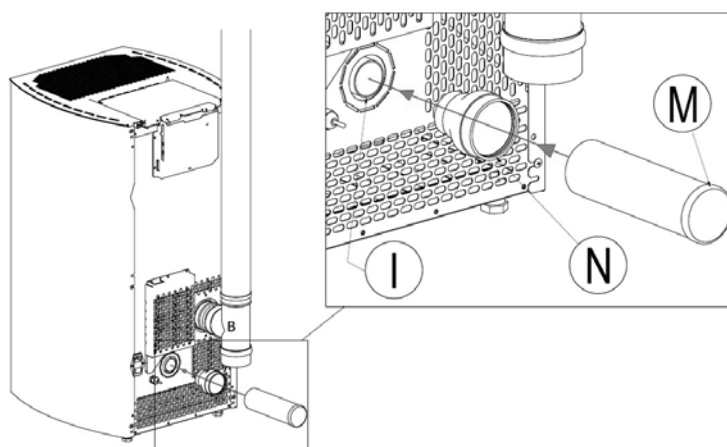

Fig. 12 - Conexiones
LEYENDA	Fig. 12
- Empalme N con Q utilizando un tubo flexible o rígido de diámetro de 60 mm, con una longitud máxima de 2 metros (ver Fig.12).